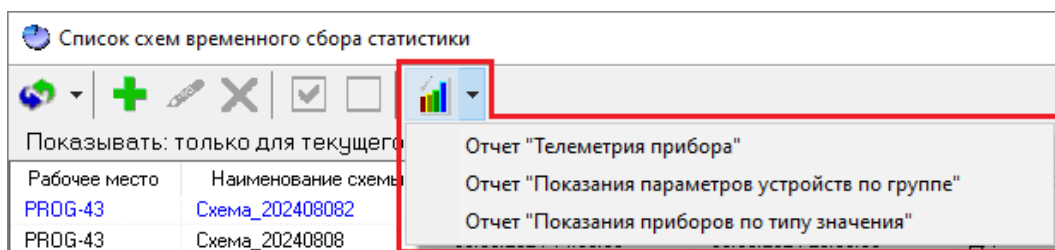

Рисунок 12-156 Выпадающее меню "Отчеты"
- либо нажмите кнопку  «Отчеты» и в появившемся выпадающем меню выберите необходимый вариант отчета (см. Рисунок 12-156);